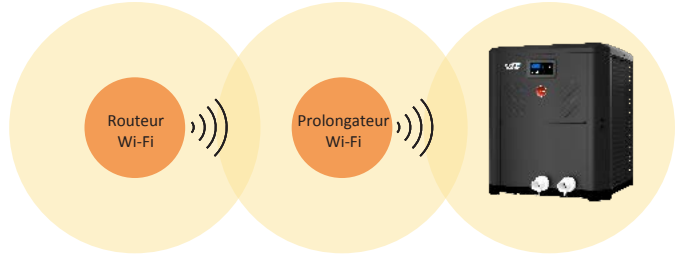

Figure 121. Prolongateur Wi-Fi
- Ajoutez un prolongateur Wi-Fi pour couvrir la zone où se trouve l'appareil ou activez un nouveau point d'accès Wi-Fi. Voir Figure 121.